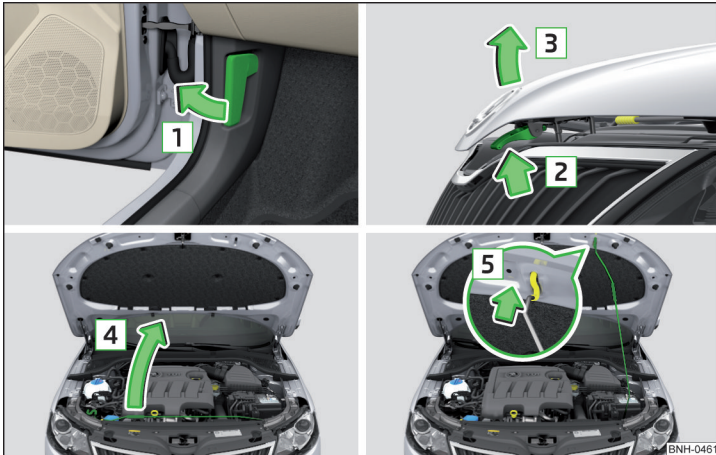

Abb. 125 Motorraumklappe öffnen
- Am Entriegelungshebel unterhalb der Schalttafel in Pfeilrichtung **1** ziehen » Abb. 125.
Niemals die Motorraumklappe am Entriegelungshebel anheben » Abb. 125.